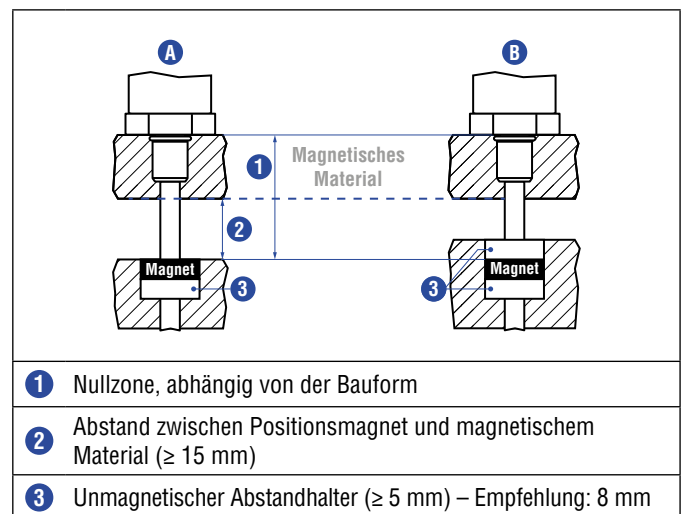

Abb. 37: Einbau mit magnetischem Material
- Der minimale Abstand zwischen Positionsmagnet und magnetischem Material beträgt 15 mm (Abb. 37).
- Beachten Sie die Maße in Abb. 37 bei der Nutzung von magnetischem Material.
Bei der Verwendung von magnetischem Material die in Abb. 37 dargestellten Maße unbedingt beachten.